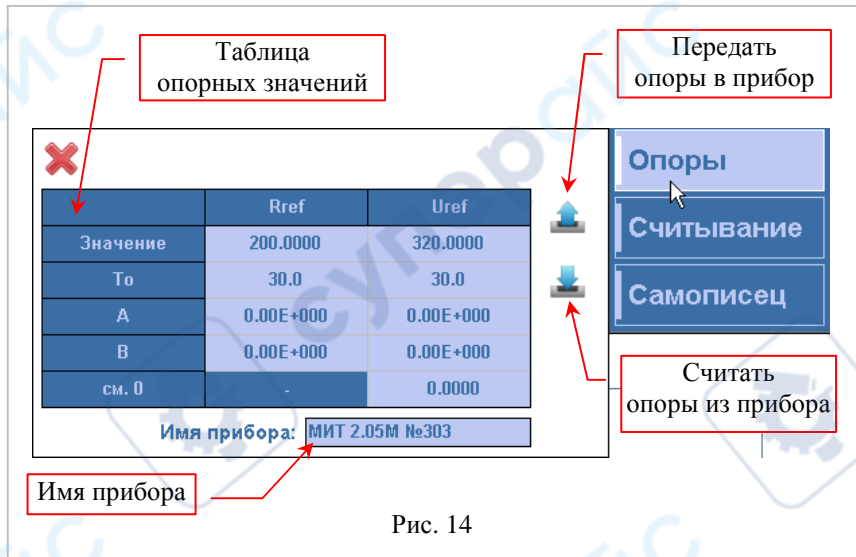

Рис. 14
2.4.3.3 Нажатие кнопки «Опоры» открывает панель настроек внутренних опор прибора. Рис.14. На панели расположена таблица опорных значений, поле ввода имени прибора, а также кнопки передачи значений опор в прибор и считывания значений опор из прибора.